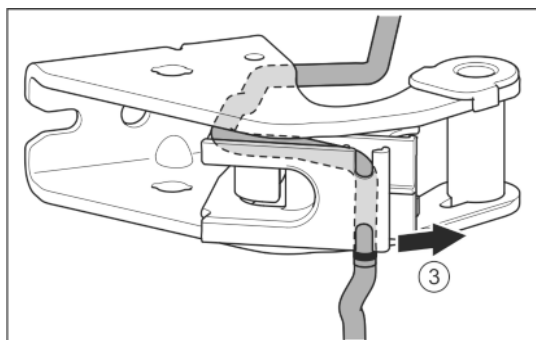

Fig. 28
- ▶ Uvolněte kabel z vedení. Fig. 28 (3)